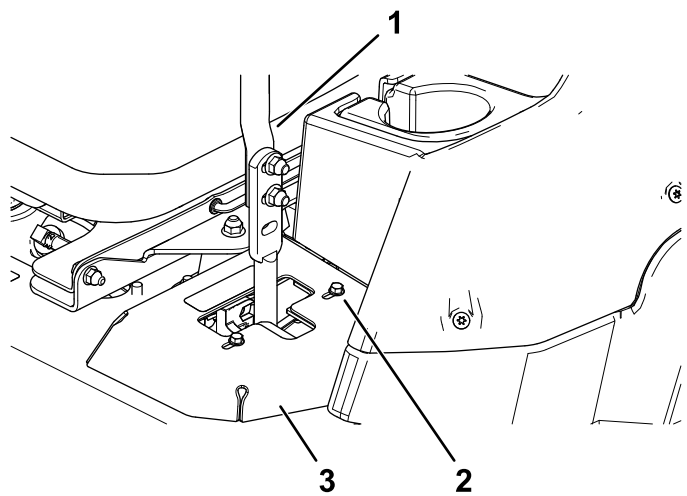

Figura 51
- Se la macchina tende a destra, allentate i bulloni e regolate la piastra di battuta sinistra spostandola indietro sulla fessura a T sinistra finché la macchina non procede in linea retta (Figura 51).
- Se a macchina tende a sinistra, allentate i bulloni e regolate la piastra di battuta destra spostandola indietro sulla fessura a T destra finché la macchina non procede in linea retta (Figura 51).
8. Serrate la piastra di battuta (Figura 51).